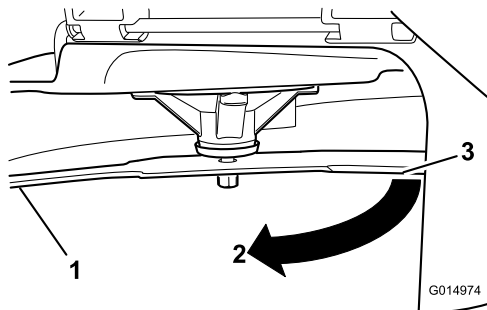

Figure 74
3. Seconde distance mesurée entre la lame et la surface (B)
4. Tournez la même lame de 180 degrés pour amener l'autre tranchant à la même position (Figure 74).